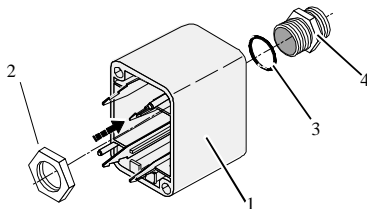

Abbildung 5-2: Montage der Durchführungshülsen
- Achten Sie auf richtigen Sitz des O-Ring (3) auf der Durchführungshülse (4) (vergleiche Abbildung 5-2).